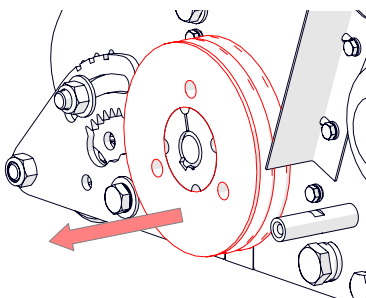

Fig. 18D – Remova a polia.
7. É necessário retirar a polia cilíndrica, mas esta está fixada por uma bucha cônica. Retire os dois parafusos de fixação [chave hexagonal de 5 mm] e, em seguida, insira um desses parafusos no terceiro orifício vazio — a bucha cônica e a polia cilíndrica separar-se-ão. Retire o parafuso de fixação. Pode ser necessária força adicional para retirar a bucha cônica do eixo do cilindro. (Fig. 18D).